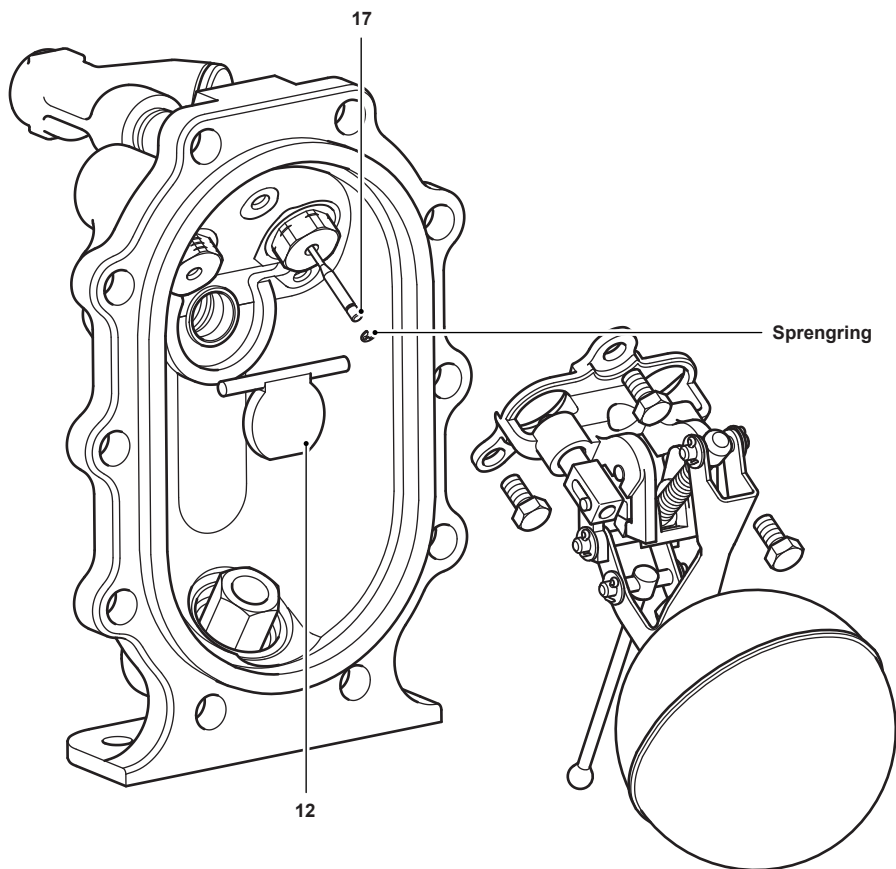

Abb. 17
5. Heben Sie die Pumpenhalterung ab (siehe Abb. 17). Dadurch wird der Zugang zum Einlass-Rückschlagventil (Pos. 12) ermöglicht.